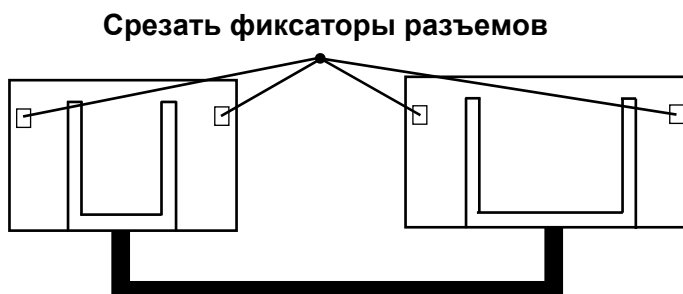

Рисунок 6.7 – Доработка разъемов жгута для диагностики
6.2.2 Собрать схему подключения программатора к УПД для диагностики – подключить жгут для диагностики к разъемам X3, X4 УПД и установить перемычку в разъем X5 УПД (см. рисунки 5.1, 5.2). Примечание – при необходимости диагностики большого количества УПД, возможна доработка разъемов жгута для диагностики – срезание фиксаторов разъемов ножом или канцелярским ножом (см. рисунок 6.7) для предотвращения выхода из строя жгута для диагностики, путем многократных подключений-отключений к УПД.